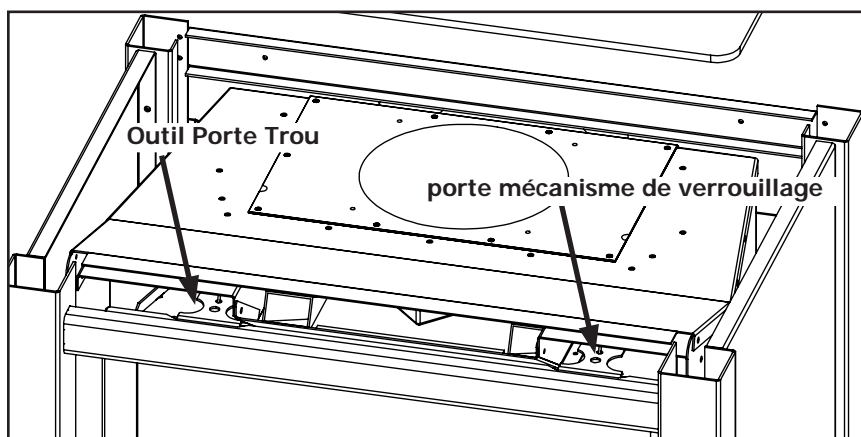
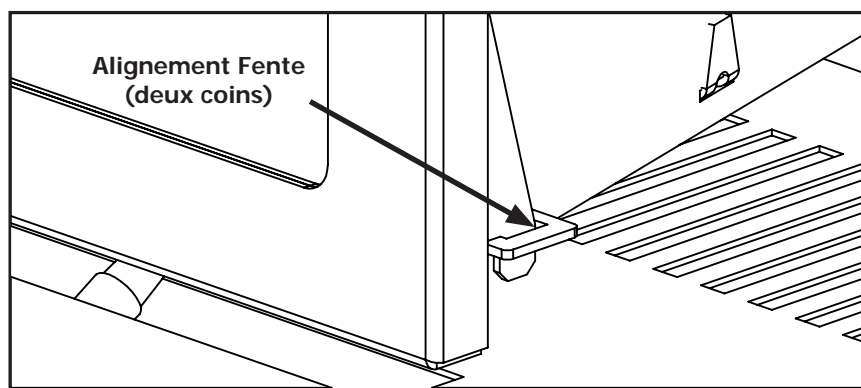

Figure 8. Haut verrous pour portes en verre
Figure 9. Slots d'alignement bas pour la porte en verre.
Il existe deux mécanismes de verrouillage (2) porte sur le dessus de la porte en verre comme le montre la Figure 8. Chaque verrou a un trou à l'avant d'utiliser l'outil de la porte, fourni avec l'appareil, pour tirer les mécanismes en ligne droite et vers le haut. Lorsque les loquets sont décrochée, pencher la porte avant, puis soulevez-le sur les fentes d'alignement dans les coins inférieurs de la chambre de combustion, illustrés à la figure 9.